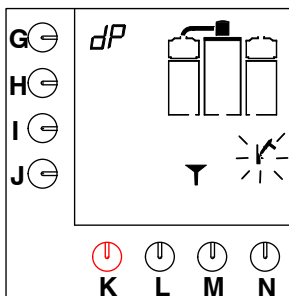

Fig. 16 Bryggarsystemet ber om avkalkningsvätska
- En signal hörs, hammarsymbolen blinkar och en tratt visas på displayen (fig. 16).